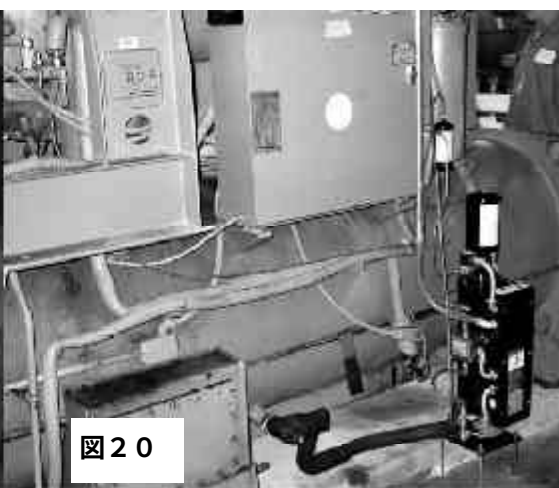

図20
- ①図20の様に、冷凍機のエバポレータチャージングバルブから、本機の入入口までの全ての配管を標準付属品の断熱チューブ、断熱粘着シート、断熱粘着テープ等を使用して、完全に断熱します。